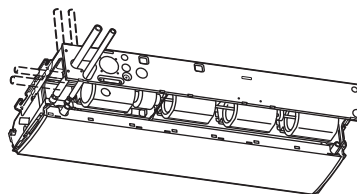

Abb. 3-19
- Die Positionen für die Anschlüsse der Kühlmittelleitungen sind in der untenstehenden Abbildung gezeigt. (Die Leitungen können in drei verschiedene Richtungen verlegt werden.) (Abb. 3-19)
- * Wenn der Ablaufschlauch durch die linke Seite geführt wird, sich auf Abb. 3-19 beziehen, dann zum Installieren des Schlauchs die obigen Anweisungen ausführen. Den vorher herausgenommenen Gummistopfen nun an der rechten Seite anbringen. Der Gummistopfen kann problemlos mit einem Schraubendreher oder einem ähnlichen Werkzeug in die Ablauföffnung der Haupteinheit hineingedrückt werden. Dabei den Gummistopfen bis zum Anschlag in die Ablauföffnung der Haupteinheit drücken.